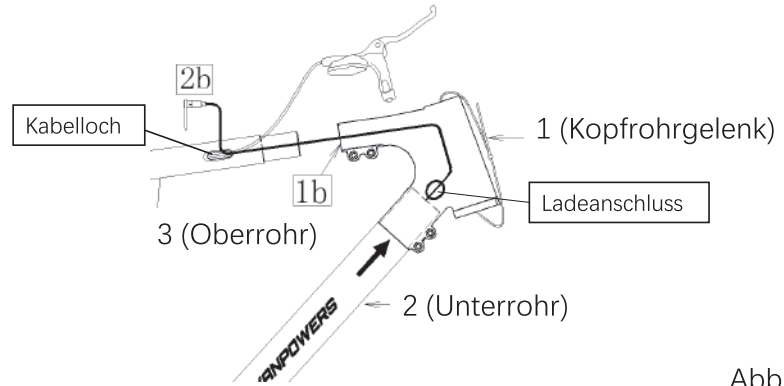

Abb. 5
- a. Fädeln Sie Teil 2b mit Hilfe des Kabelbinders an 2b aus dem Kabelloch an Teil 3 heraus, wie in Abb. 5 gezeigt. Jetzt können Sie den Kabelbinder entfernen. Seien Sie vorsichtig mit dem Stecker.